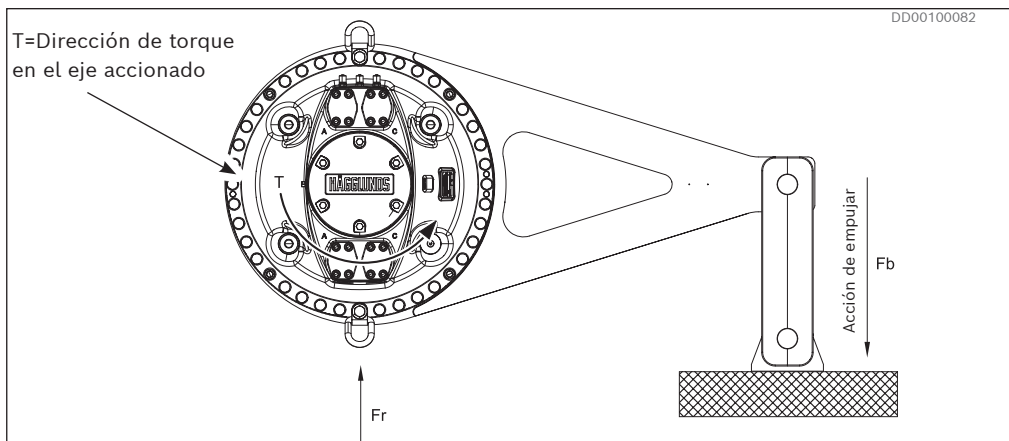
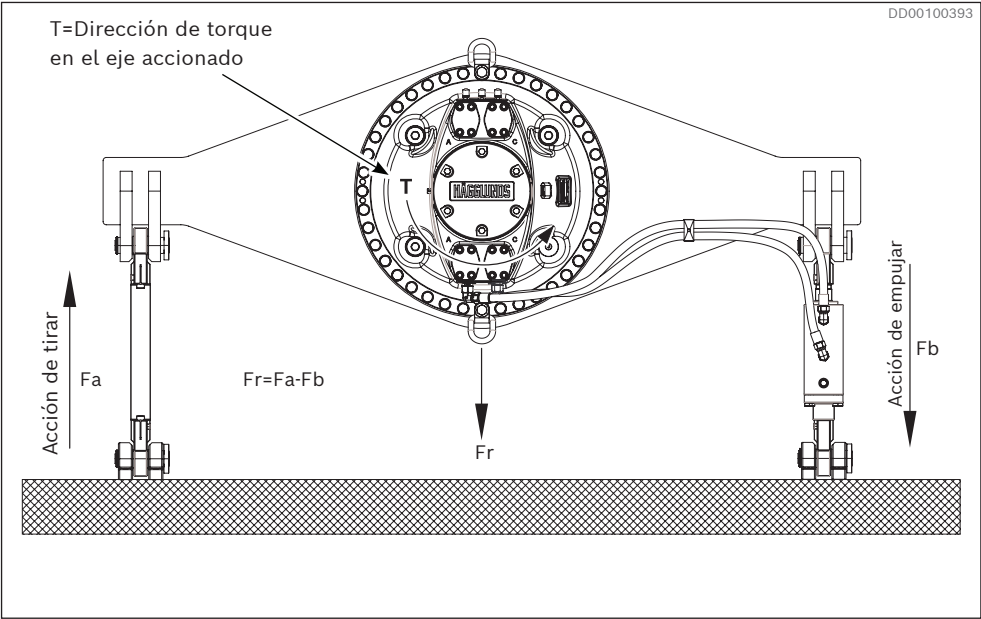

Fig. 21: Fuerzas externas Fr, Fb para TC A
Fig. 30: Fuerzas externas Fr, Fa, Fb para DTCB
2. Engrase los tornillos (1).
3. Asegúrese de que la base pueda soportar las fuerzas procedentes del brazo de torque (ver Fig. 21, Fig. 30, Tabla 9 y Tabla 12).
6. Apriete los tornillos (1) con el par indicado en Tabla 7.
- ▶ Asegúrese de que la base y la máquina del cliente puedan soportar las fuerzas procedentes del brazo de torque. Ver Fig. 21, Fig. 30, Tabla 9 y Tabla 12.